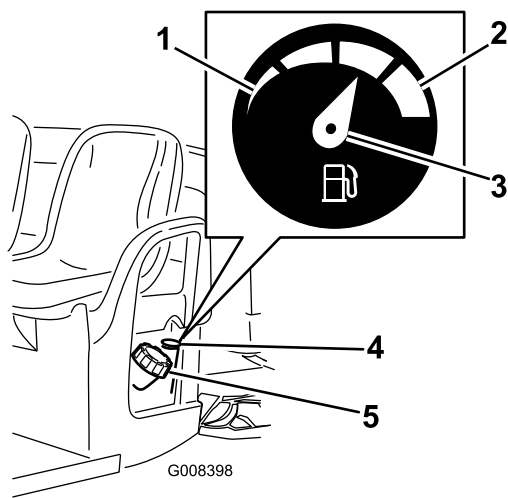

Figura 12
4. Curățați zona din jurul capacului rezervorului de combustibil (Figura 12).